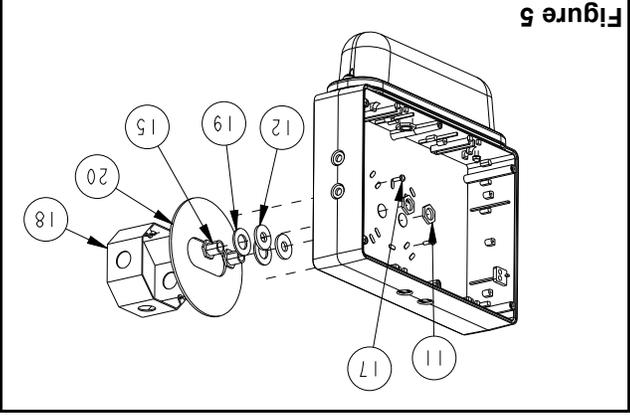

Figure 5
- Retirer la plaque arrière de l'emballage. Choisir les trous défonçables appropriés au montage à une boîte de jonction (voir figure 5).
- Assembler les pièces 11, 12, 15 et 19 à la plaque arrière, tel qu'illustré à la figure 5, puis installer la plaque arrière au cadre à l'aide des vis inviolables (utiliser l'embout de tournevis fourni).